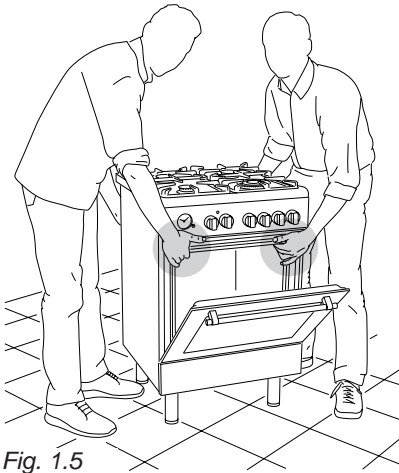

Fig. 1.5
**ATTENZIONE:** La cucina deve essere sempre raddrizzata da due persone per evitare di danneggiare i piedi (fig. 1.5).
**ATTENZIONE:** Quando si sposta la cucina nella sua posizione definitiva, **NON TRASCINARLA** (fig. 1.7), ma sollevare i piedi dal pavimento (fig. 1.5).